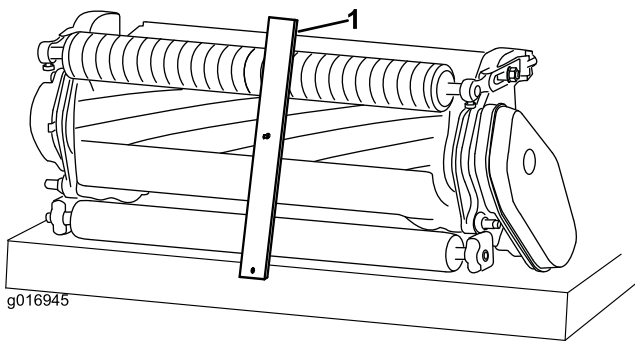

図 15
2. 刈高ゲージのねじの頭を下刃の右側の先端に引っかけ、バーの後端を後ローラに当てがう 図 15。